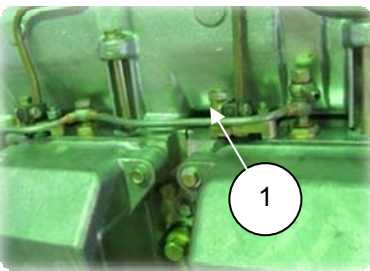

Рис. 6.57
2. Установить трубки дренажные (1) на правую и левую стороны, собрать болты М10 с шайбами, вставить в отверстия наконечников, подложить под наконечники и штуцеры головок шайбы, завернуть болты на 2-3 нитки от руки (рис. 6.57);